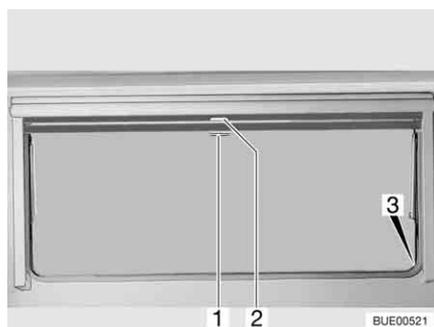

Fig. 62 Ventana abatible
- Tirar del tirador (Fig. 62,2) de la persiana oscurecedora enrollable hacia abajo. Cuando la persiana oscurecedora enrollable se cierre por completo, encajarla en el bloqueo (Fig. 62,3) a ambos lados del marco de la ventana.
- Cuando la persiana oscurecedora enrollable está completamente cerrada: Presionar el tirador (Fig. 62,2) hacia abajo y tirarlo ligeramente hacia dentro. Desenganchar la persiana oscurecedora enrollable de los bloques a izquierda y derecha del marco de la ventana.
- Cuando la persiana oscurecedora enrollable se encuentre en una posición intermedia: Tirar ligeramente del tirador (Fig. 62,2) hacia abajo, hasta que se hay soltado el bloqueo.
- Tirar la mosquitera enrollable hacia abajo por el tirador (Fig. 62,1) y engancharla en el bloqueo (Fig. 62,3) a ambos lados del marco de la ventana.
- Presionar el tirador (Fig. 62,1) hacia abajo y tirarlo ligeramente hacia dentro. Desenganchar la mosquitera enrollable de los bloques a izquierda y derecha del marco de la ventana.